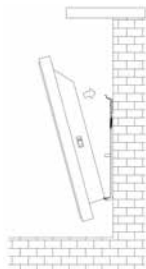

Figura 7. Atașare
2. Trebuie măsurată distanța corectă pentru a conecta cu ușurință cablul de alimentare la priza electrică. După stabilirea zonei de instalare, găurile trebuie marcate conform metodei prezentate în figura 7. Pentru a fixa aparatul, puteți utiliza suportul de montare pe perete (figura 5) Suportul de montare poate fi utilizat ca ghidaj pentru poziționare și puncte de dat gaură. Puteți poziționa suportul pe perete și măsurați spațiul dintre podea și partea inferioară a suportului la minim 100 mm sau max 200 mm. Marcați orificiile de înșurubare prin găuri cu ajutorul unui pix. Trebuie să vă asigurați ca zonele de siguranță să fie libere pentru ca aparatul să funcționeze în mod eficient (Figura 6).